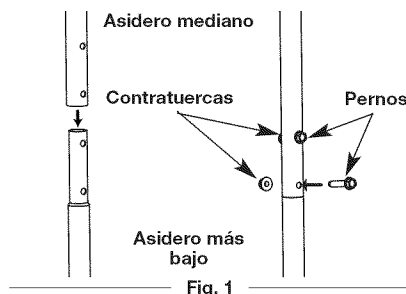

Fig. 1
2. Coloque el extremo de 2 orificios del eje metálico recto sobre la base del eje en la unidad y alinee los orificios (Fig. 1). Asegúrese de que la etiqueta que dice **PARA ARRANCAR (TO START)** mire hacia arriba.
3. Inserte dos pernos de cabeza con reborde (1/4" x 1-1/4") en estos orificios (Fig. 1).
7. Inserte dos pernos de cabeza con reborde (1/4" x 1-1/4") en estos orificios (Fig. 1).